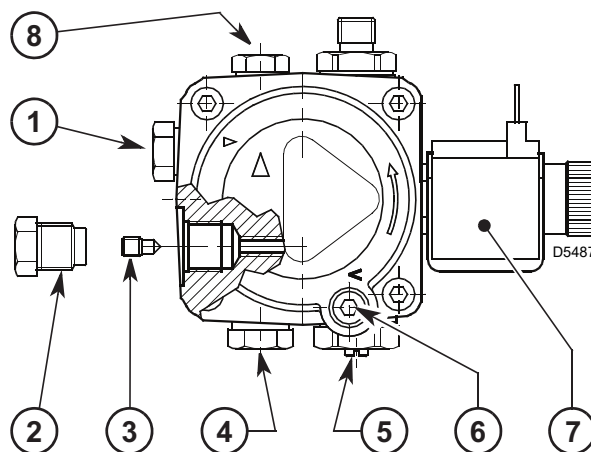

Fig. 20
- Se necessario, ritare la pressione agendo sulla vite 5) Fig. 20.